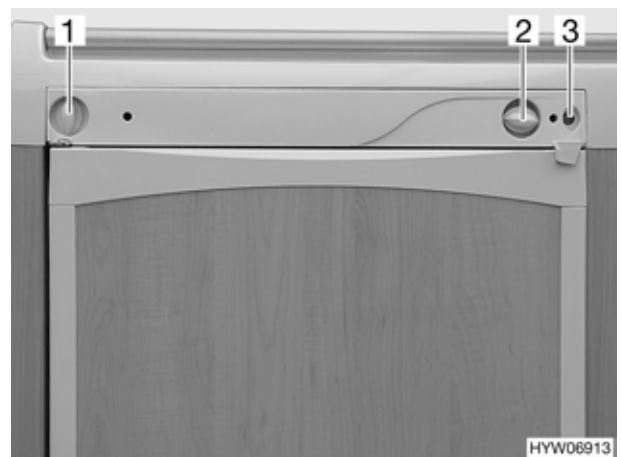

Bild 121 Bedienelemente für Kühlschrank (Variante 1)
- Energie-Wahlschalter (Bild 121,1) auf Gas  stellen.
- Drehregler (Bild 121,2) drücken und gedrückt halten. Die Gaszufuhr ist geöffnet. Der Zündvorgang erfolgt automatisch. Die Kontroll-Leuchte (Bild 121,3) blinkt und ein tickendes Geräusch ist hörbar, bis der Zündvorgang erfolgreich abgeschlossen ist.
- Drehregler (Bild 121,2) noch 10 bis 15 Sekunden gedrückt halten, dann loslassen. Falls die Flamme erlischt, wiederholt das Zündgerät automatisch den Zündvorgang.
- Energie-Wahlschalter (Bild 121,1) auf "O" stellen. Das Gerät ist abgeschaltet.
- Energie-Wahlschalter (Bild 121,1) auf 230-V-Betrieb  stellen.
- Kühltemperatur mit dem Drehregler (Bild 121,2) einstellen.
- Energie-Wahlschalter (Bild 121,1) auf 12-V-Betrieb  stellen.